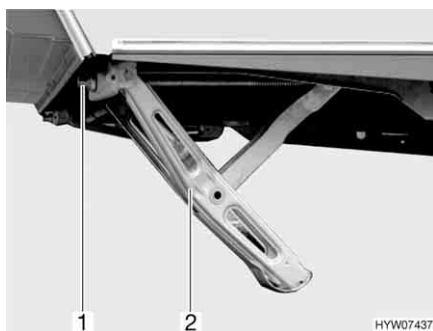

Fig. 13 Piedini di stazionamento a manovella abbassati
- Inserire la manovella in dotazione di serie nell'esagonale (Fig. 13,1) del piedino di stazionamento a manovella (Fig. 13,2).